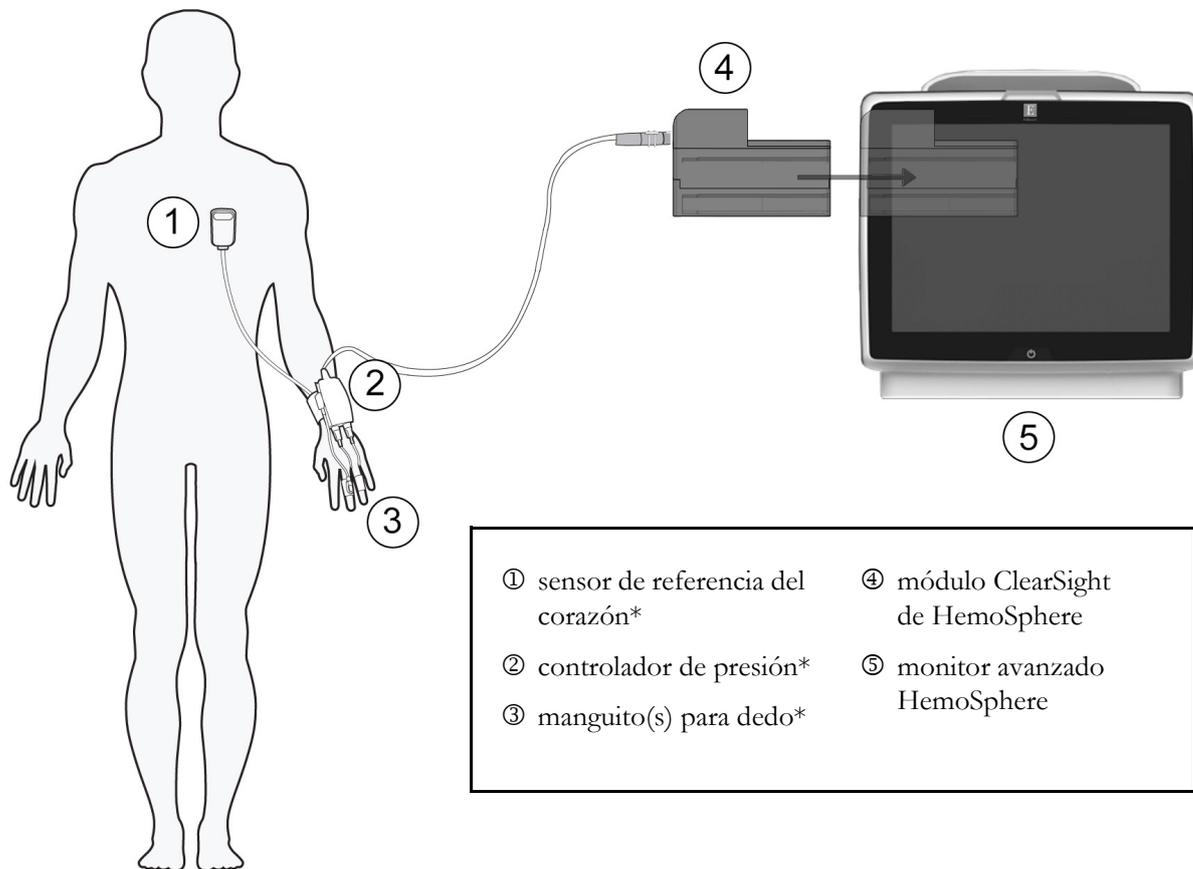

Figura 11-1 Descripción general de la conexión del sistema no invasivo HemoSphere
El sistema no invasivo HemoSphere se compone del monitor avanzado HemoSphere con el módulo ClearSight y los elementos conectados: controlador de presión, sensor de referencia del corazón y manguito(s) para dedo de Edwards compatibles. Consulte las conexiones del sistema en la figura 11-1 de la página 193. La medición precisa de la tensión arterial y los parámetros hemodinámicos clave del paciente se basa en el método Pinzamiento del volumen, el método PhysioCal y el algoritmo ClearSight.
El módulo ClearSight de HemoSphere es compatible con todos los manguitos para dedo de Edwards aprobados. Consulte la figura 11-1 para ver un resumen de las conexiones del sistema no invasivo HemoSphere.
NOTA Los componentes marcados con * en la leyenda de la figura 11-1 son PIEZAS APLICADAS, según se define en IEC 60601-1, que durante el uso normal entran necesariamente en contacto físico con el paciente para que el sistema no invasivo HemoSphere pueda realizar su función.
- 3 Conecte el cable del controlador de presión al módulo ClearSight de HemoSphere. (figura 11-1)